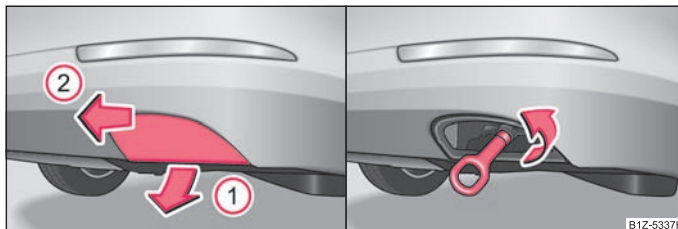

Abb. 187 Hinterer Stoßfänger: Abdeckung ausbauen / Hinterer Stoßfänger: Einbau der Abschleppöse
- Durch Ziehen nach unten in Pfeilrichtung ① ⇒ Abb. 187 entriegeln Sie den unteren Bereich der Abdeckung.
- Entriegeln Sie den oberen Bereich der Abdeckung durch Ziehen in Pfeilrichtung ② und nehmen Sie diese heraus.
- Schrauben Sie die Abschleppöse mit der Hand nach links bis zum Anschlag ein ⇒ Abb. 187 - rechts und ziehen Sie diese so fest wie möglich an. Für das Festziehen empfehlen wir z. B. den Radschlüssel, die Verzuröse eines anderen Fahrzeugs oder einen ähnlichen Gegenstand zu verwenden, den Sie durch die Öse stecken können.